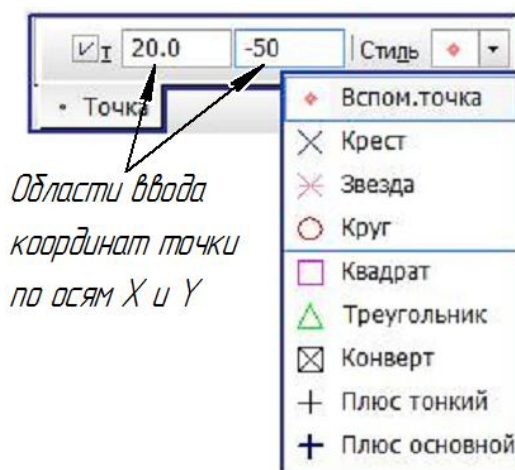

Рис. 1.12. Строка параметров операции построения точки
Командная кнопка **Точка**  содержит несколько дополнительных подкоманд построения: **Точки на кривой** , **Точки пересечения двух кривых** , **Все точки пересечения кривой** , **Точка на заданном расстоянии** . Точки на чертеже могут быть вспомогательными или функциональными (стиль изображения точки выбирается в соответствующем окне *Строки параметров*) (рис. 1.12).
- заданием ее координат в соответствующих полях *Строки параметров* (рис. 1.12).
- В *Строке параметров* укажите количество участков, на которое необходимо по условию задачи поделить построенный отрезок . При желании можно изменить стиль изображения точки (рис. 1.12).